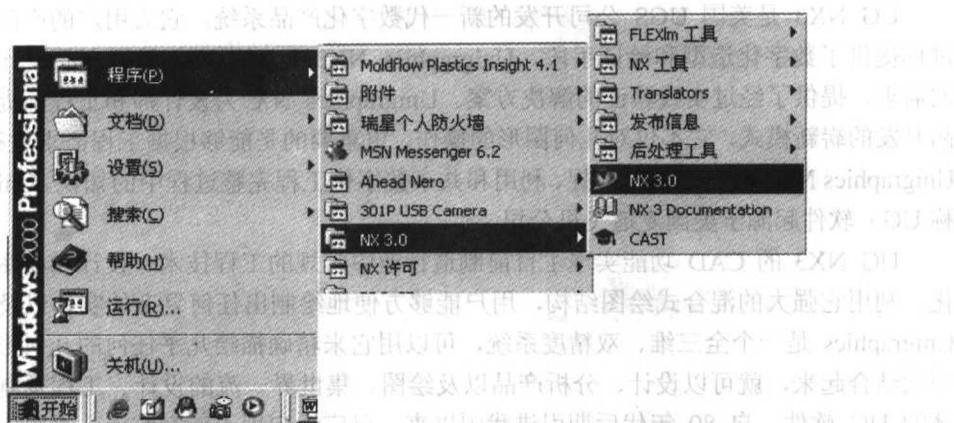

图 1-1 UG NX3.0 启动
(1) 正常启动。在“开始”→“程序”→“NX3.0”→“NX3.0”，运行程序模块，如图 1-1 所示。